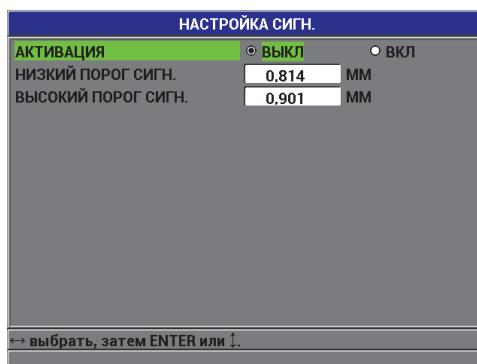

Рис. 5-6 Экран НАСТРОЙКА СИГНАЛИЗАЦИИ
3. В окне НАСТРОЙКА СИГН. (см. Рис. 5-6 на стр. 107):